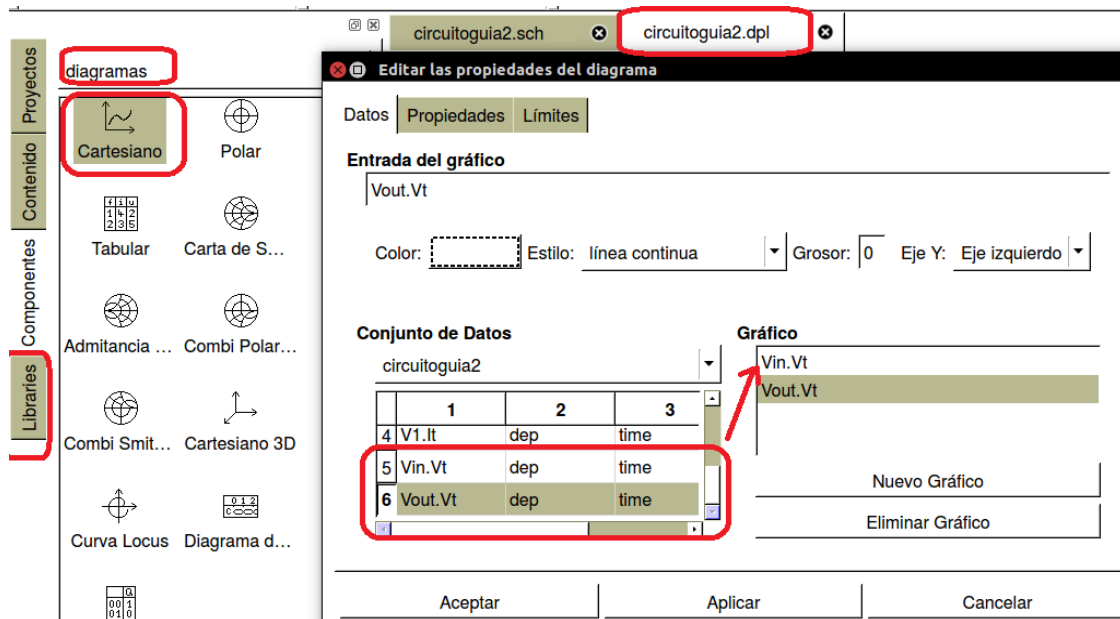

Figura 8. Agregar diagrama cartesiano.
- Al terminar guarde el circuito y corra la simulación dando clic en la herramienta **Simular** que tiene la siguiente forma , si todo está bien se abrirá una nueva ventana con extensión “.dpl”, ahí agregue un diagrama **Cartesiano** seleccionándolo de **Libraries** en la opción **diagramas**. Ver Figura 8, al agregarlo se abre automáticamente el editor de propiedades, busque en **Conjunto de Datos** “Vin. Vt” de doble clic para que se agregue al **Gráfico**, de igual forma agregue “Vout. Vt” y presione **Aceptar**.